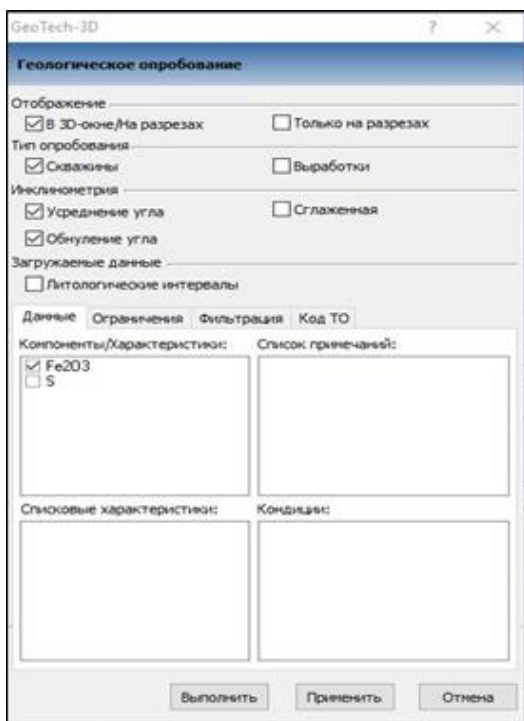

Рис. 11.2. Геологическое опробование
2. Выберите команду главного меню **Проект/Опробование** и откройте диалоговое окно **Геологическое опробование** (рис. 11.2).